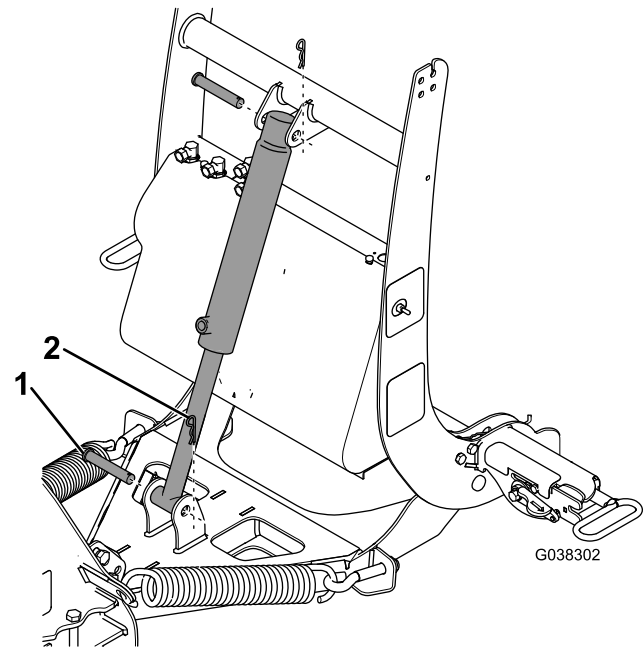

Bild 6
7. Befestigen Sie das Stangenende des Hubzylinders mit einem Lastösenbolzen (5/8") und einem Splint am Schubrahmen (Bild 6).
8. Befestigen Sie das freie Ende des Hubzylinders mit einem Lastösenbolzen und einem Splint an der Kupplungssäule (Bild 6).